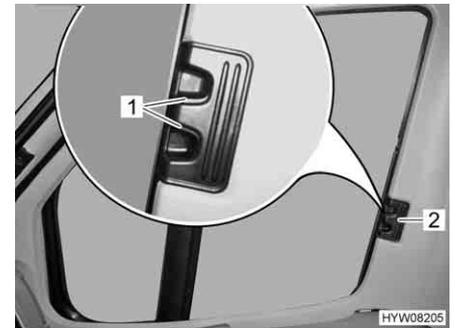

Fig. 31 Tendina oscurante pieghevole per il finestrino del conducente/passeggero
- Inserire fino all'arresto le tendine oscuranti pieghevoli per il finestrino del guidatore e del passeggero per la maniglia (Fig. 31,2).
- Fare innestare le maniglie di sbloccaggio (Fig. 31,1).